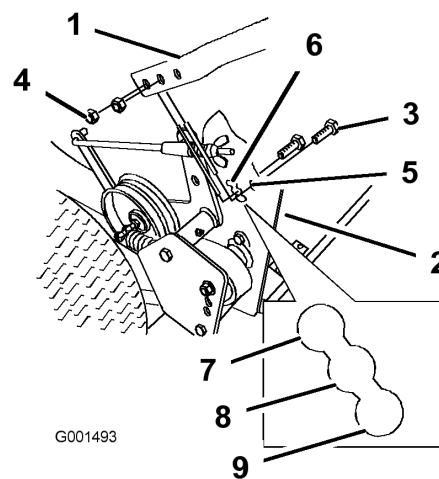

Figure 14
- Desserrez les boulons supérieurs ((3/8 x 1-1/4 inches)) et l'écrou à embase de fixation du guidon au bâti arrière (Figure 14)
- Retirez les boulons inférieurs ((3/8 x 1 inch)) et les écrous à embase de fixation du guidon au bâti arrière (Figure 14)